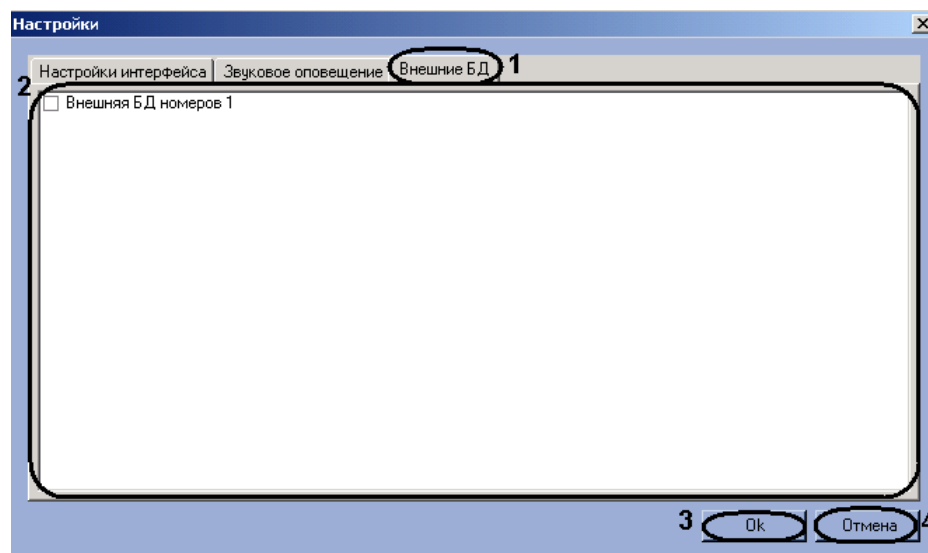

Рис. 7.9—13 Выбор внешних баз данных в качестве баз данных «Оперативного слежения»
4. Установить флажки напротив тех внешних баз данных, которые необходимо использовать в качестве баз данных «Оперативного слежения» (см. Рис. 7.9—13, 2).